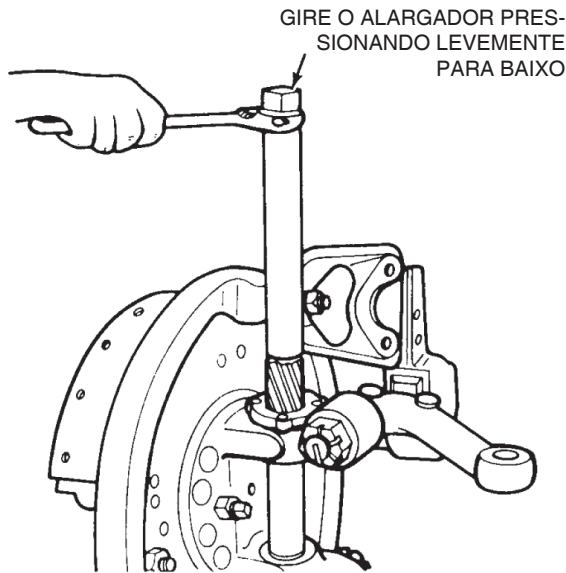

Figura 70
2. Verifique en la Figura 70 las dimensiones del ensanchador.